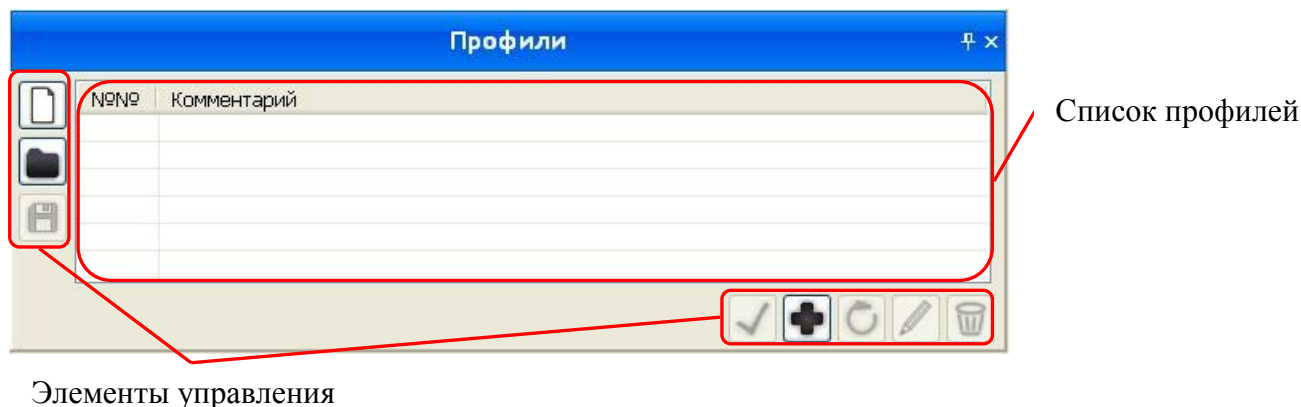

Рисунок 6.18 – Вкладка «Профили»
6.7.1 «*Профили*» – вкладка панели «*Параметры прибора*» (рисунок 6.18).
6.7.3.1 Вкладка «*Профили*» (рисунок 6.18) состоит из элементов управления и списка профилей. Элементами управления производится сохранение, редактирование и загрузка списков профилей и его отдельных элементов (таблица 6.8). В списке профилей прописаны порядковый номер и комментарий. При наведении курсора мыши на номер или комментарий профиля появляется подсказка с параметрами Г7М, записанными в данном профиле.